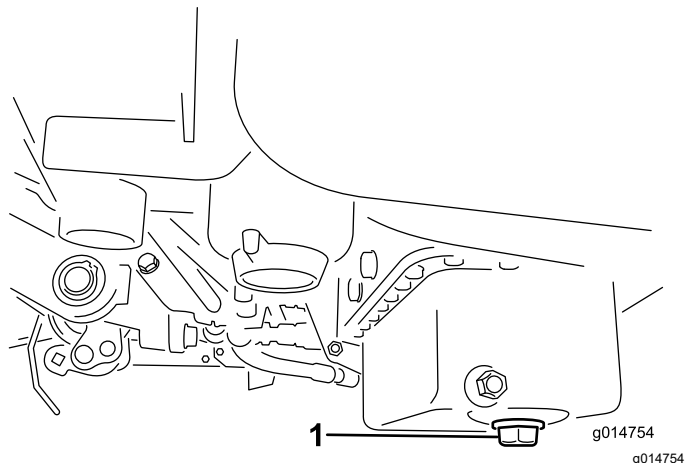

Figura 35
1. Retire o tampão de escoamento e deixe o óleo escorrer para um recipiente adequado. Quando o óleo parar, volte a montar o tampão de escoamento (Figura 35).